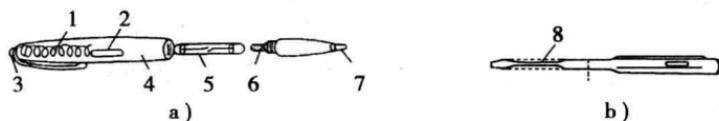

图1—1 低压验电器
1) 低压验电器。低压验电器又称试电笔（简称电笔），有钢笔式和旋具式（旧称旋凿式、起子式或螺丝刀式）两种，如图1—1所示。